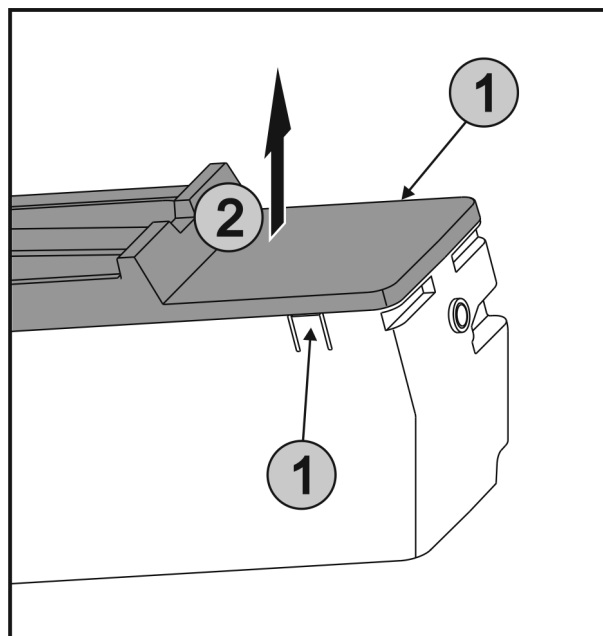

Fig. 37
► Appuyer simultanément sur les languettes Fig. 37 (1) des deux côtés de l'EasyTwist-Ice et retirer le couvercle Fig. 37 (2) vers le haut.